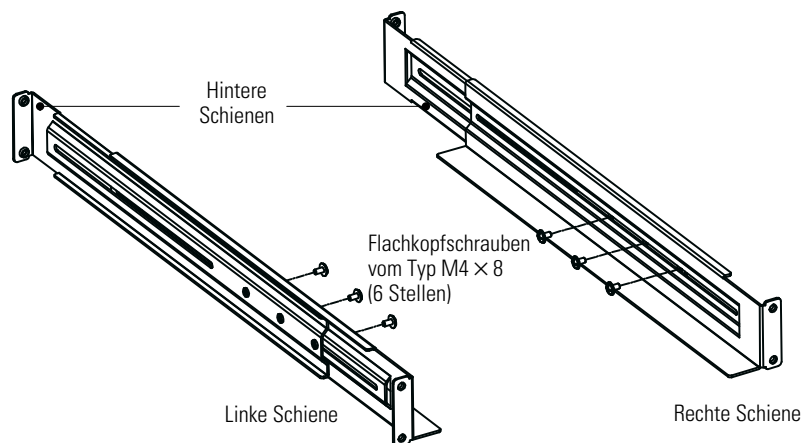

Abbildung 4. Montage der Schienen
1. Befestigen Sie die linke und die rechte Schiene an den hinteren Schienen (siehe Abbildung 4). Ziehen Sie die Schrauben noch nicht an.